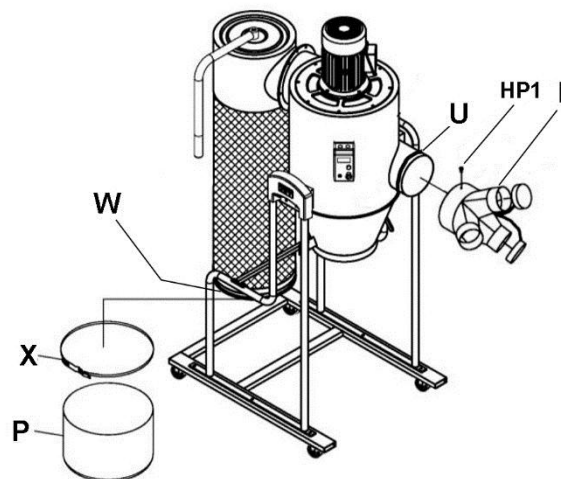

Рис. 10
11. Обмотайте уплотнительную ленту (U) вокруг впускного отверстия ближе к краю. См. Рис. 10. Уплотнительная лента должна полностью охватывать отверстие.
12. Установите на основной корпус адаптер впускного отверстия (I) и прикрутите его с помощью винтов с полукруглой головкой (HP1).
13. Обмотайте уплотнительную ленту (W) вокруг фильтра так, чтобы она слегка выступала за его нижнюю кромку. Уплотнительная лента должна полностью охватывать фильтр.
14. Прикрепите мешок для пыли (P) к нижней части фильтра и зафиксируйте его с помощью хомута (X).